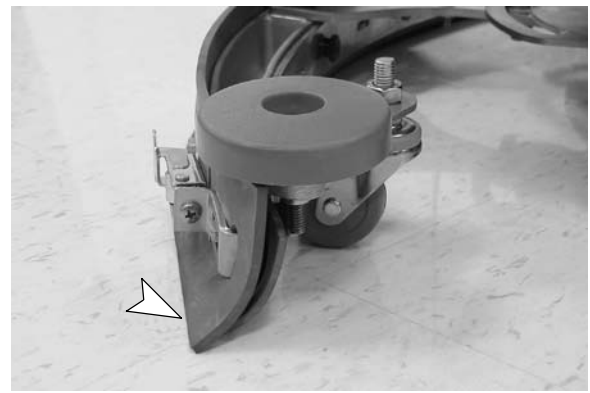

FIG. 48
- Durant le fonctionnement de la machine avec les roulettes réglées correctement, les lames de racler doivent avoir une déflexion comme illustré (Figure 48).